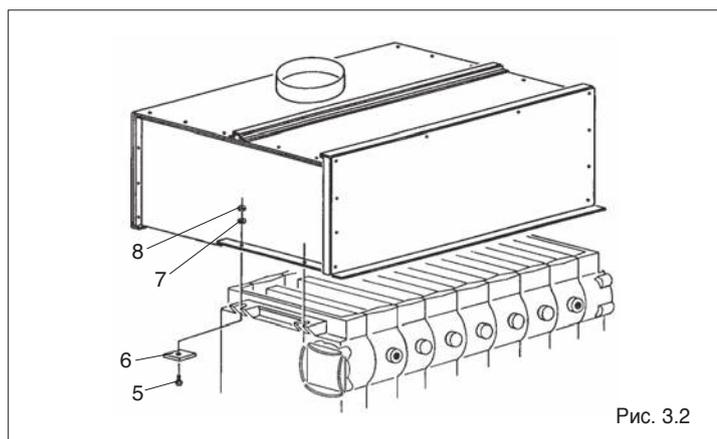

Рис. 3.2
Закрепите дымосборную камеру на корпусе котла с помощью четырёх пластинок (6) и четырёх винтов с шестигранной головкой M8 x 30 (5) и соответствующих гаек M8 (8) и шайб  $\varnothing 8,4$  (7) (Рис. 3.2).